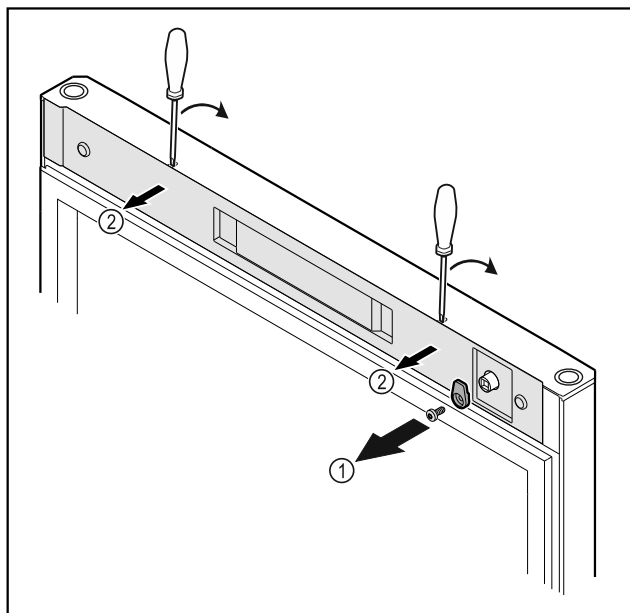

Fig. 12 *
- Odšroubujte petlici Fig. 12 (1)*
- Uvolněte kryt Fig. 12 (2) malým šroubovákem a sejměte jej.*